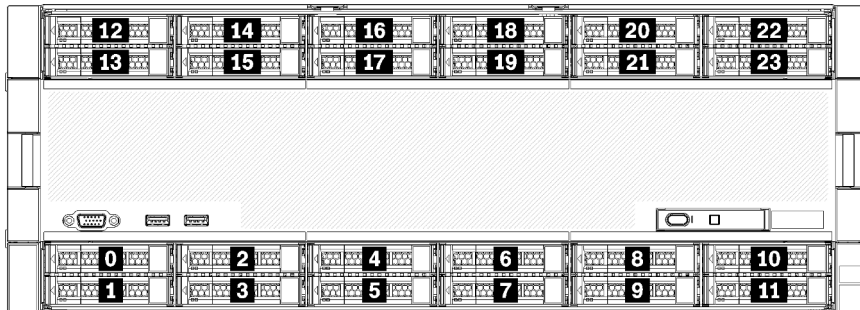

Abbildung 9. Position der Laufwerke
- Die oberen zwei Laufwerke unterstützen Laufwerke mit SAS-, SATA- oder NVMe-Schnittstelle (Lenovo AnyBay). Der Server unterstützt je nach Serverkonfiguration bis zu 12 NVMe-Laufwerke. Die NVMe-fähigen Laufwerkpositionen sind die geradzahligen Positionen, wie dargestellt in Abbildung 9 „Position der Laufwerke“ auf Seite 25.